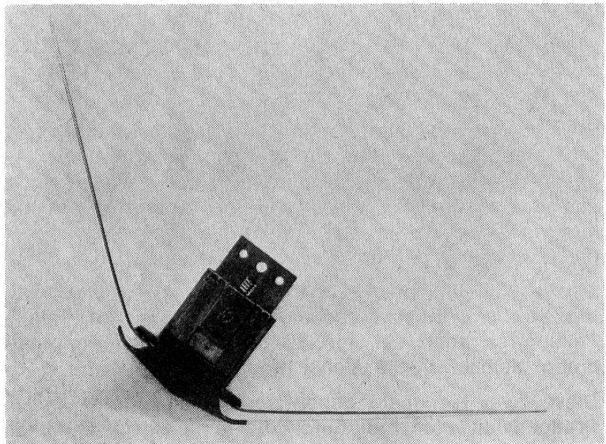

Abbildung 24
- Der kombinierte, von Dubied entwickelte Einstreichfuss (Abbildung 24) für Spezialgestricke und besonders für Rundgestrick und die aus Rippen und Glatt bestehen-den Bindungen. In den Zonen des aus Rippen be-stehenden Gestickes werden die seitlichen Einstreich-Hilfsfüsse durch das Maschennetz nach oben gehalten. In den Einbett- oder Rundgestrick-Zonen indessen nehmen sie, unter dem Einfluss der Feder, eine tiefere Stellung ein.